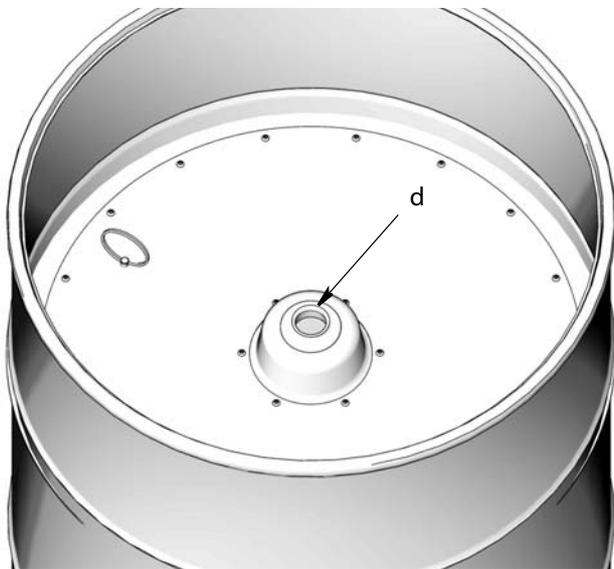

Рис. 8
- Поместите упорную пластину на поверхность свежей консистентной смазки (Рис. 8). Удалите воздух. Для этого нажимайте на упорную пластину до тех пор, пока поверхность смазки не окажется на одном уровне с отверстием посередине упорной пластины (d).